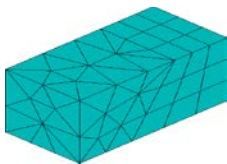

图 4-14 过渡网格实例
(1) 准备对体用四面体单元划分网格，待划分的体直接与已用六面体单元划分网格的体相连。
(2) 准备用四面体单元划分网格，而目标体上至少有一个面已经用四边形网格划分。图 4-14 所示为一个过渡网格的实例。